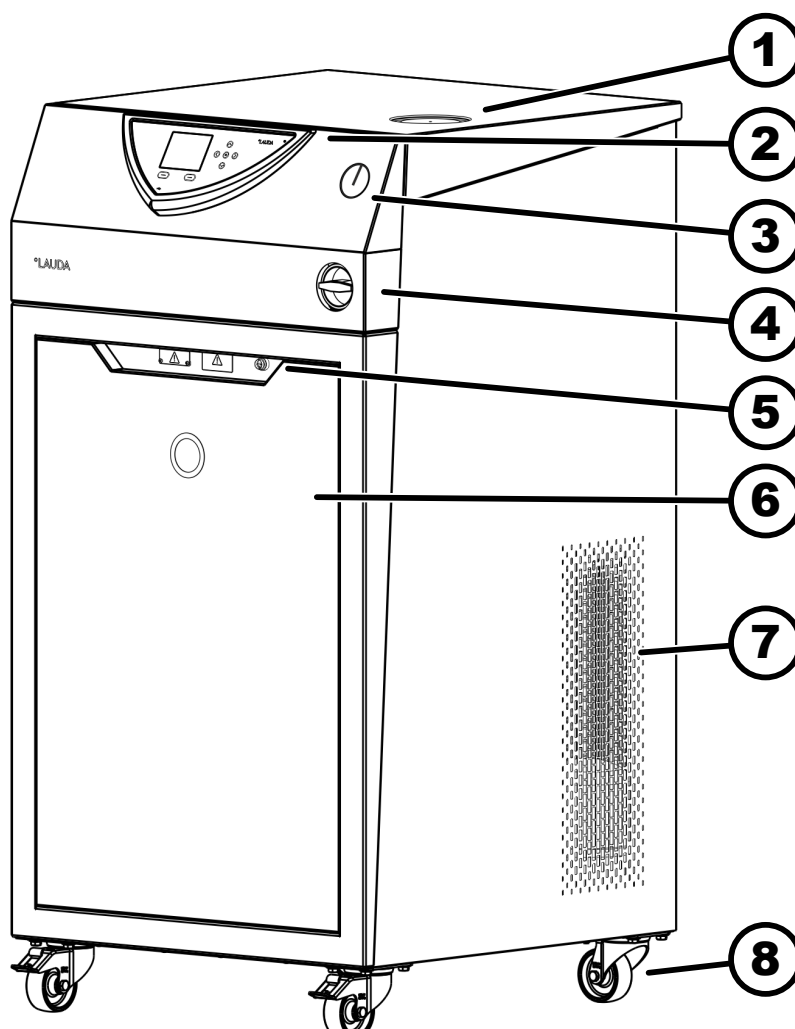

Fig. 5: Parte delantera VC 10000 W
7. **Imagen 5:** Incline con cuidado el equipo mínimamente hacia el lado ⑧. Retire la espuma ⑨ sobre la que se apoyaba el equipo. Proceda de la misma manera para el otro lado.
8. **Imagen 5:** La tapa de madera se convierte ahora en una rampa. El lado biselado de la rampa debe quedar alejado del equipo y estar orientado hacia el suelo. Los listones de guía deben estar visibles. Coloque la rampa ⑩ en las aberturas del palet. Abra los frenos de las ruedas del equipo.